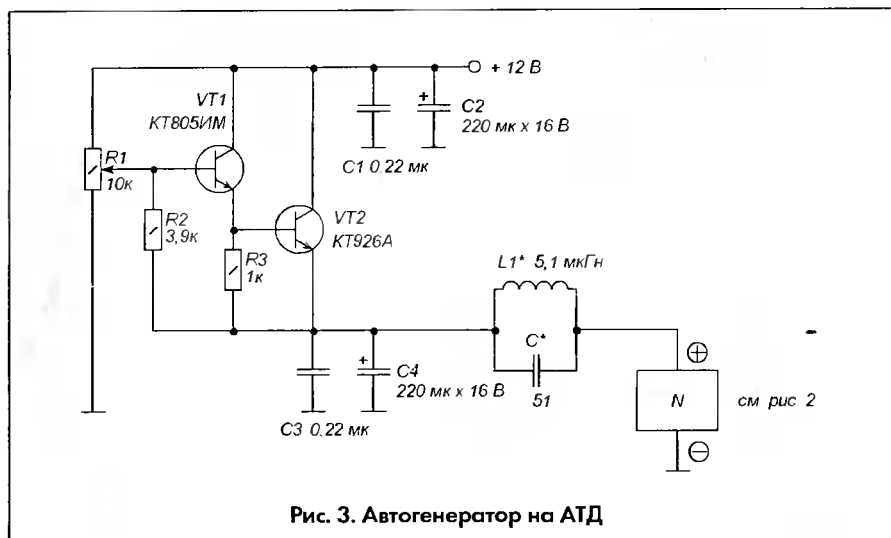

Рис. 3. Автогенератор на АТД
1. Снятие ВАХ АТД (ТД) требует наличия как можно лучшего источника напряжения с регулируемым выходом. Схема такого источника напряжения приведена на **рис. 3** (от него же производилось питание генератора);
Между тем схема (рис. 2) имеет практически “нулевой” ток при напряжении от -0,5 В до +0,5 В. Зона генерации рассматриваемого генератора (рис. 3), т.е. напряжение на АД, при котором возникают колебания в LC-контуре, довольно узкая (около двух десятых вольта).
же схем примерно на 0,5 В (рис. 1) и 1 В (рис. 2) больше напряжения пика (что, по-видимому, связано с напряжением насыщения транзисторов). Напряжение ВЧ на контуре генератора, схема которого приведена на рис. 3, снято в режиме уменьшения питания с использованием высокоомного ВЧ-вольтметра, подключенного непосредственно к LC-контуре.